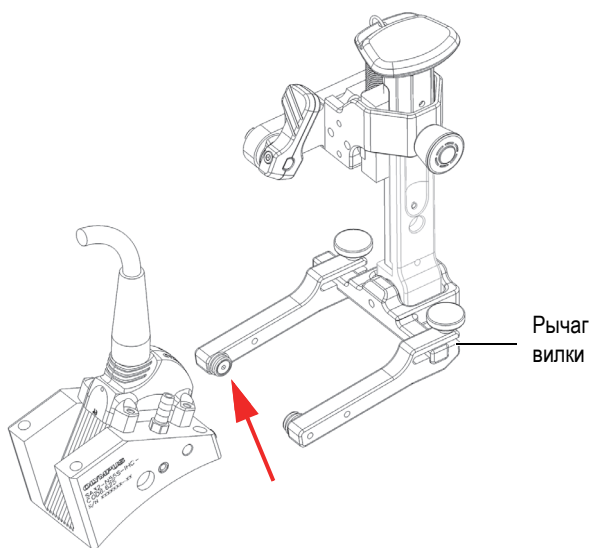

Рис. 2-19 Выравнивание отверстия призмы со штифтом рычага вилки
3. Чтобы заново установить ПЭП/призму, совместите позиционирующие отверстия призмы со штифтом рычага вилки, который не выдвигается (Рис. 2-19 на стр. 50).